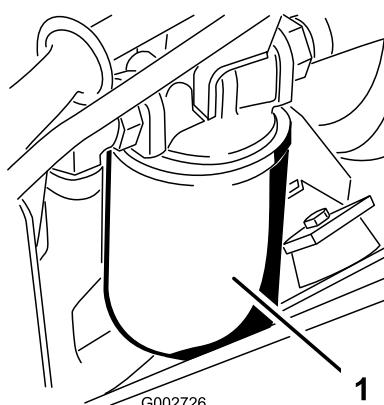

図 40 1. 油圧フィルタ
3. 機体左側にある油圧オイル・フィルタ(図 40)の下に容器を置く。